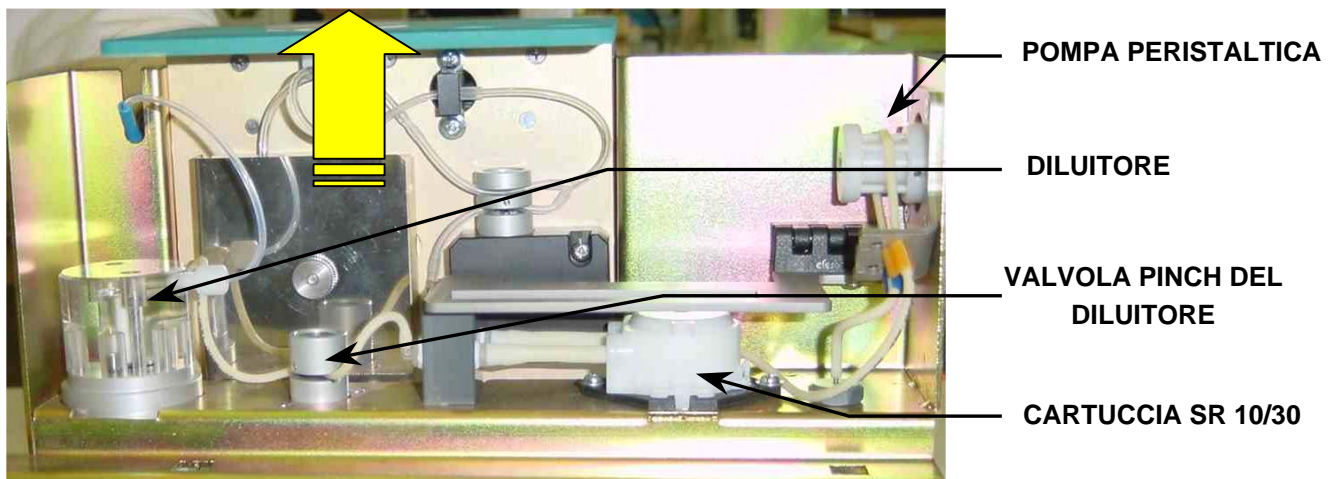

Fig. 8
1. Prima di effettuare la sostituzione o l'installazione degli elettrodi, sfilare il modulo I.S.E. come rappresentato in **Fig. 8** e svitare i pomelli che bloccano lo schermo di copertura.